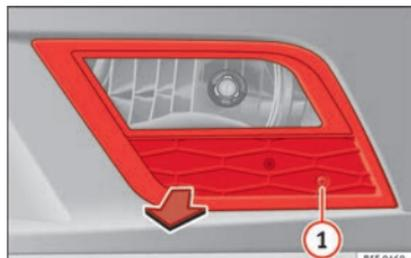

Fig. 212 Faro antiniebla.
- Retire el tornillo » fig. 212 ① de la reja del faro antiniebla, precisando para ello un destornillador.